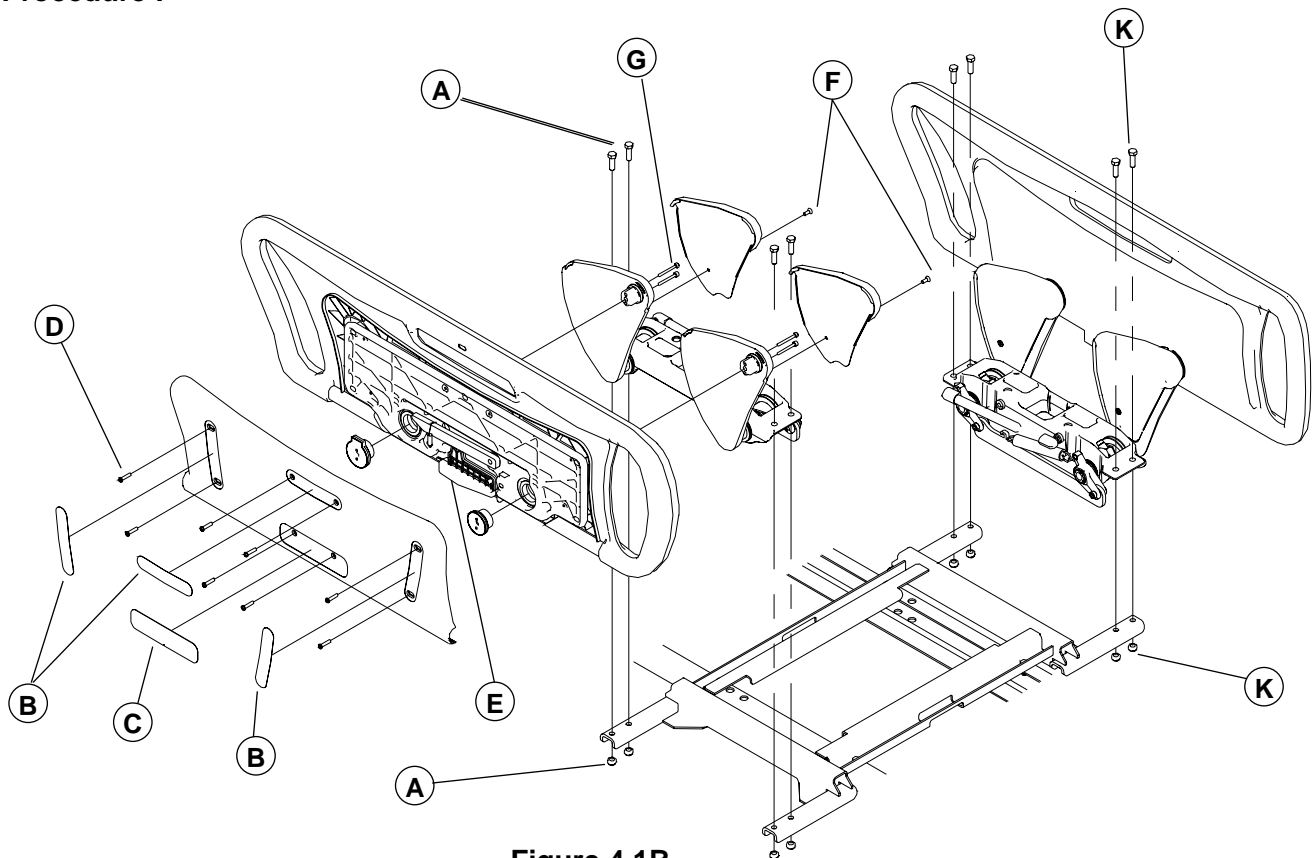

Figure 4.1B
À moins d'indication contraire, référez-vous à la figure 4.1B de la page 20 pour l'illustration des points de références contenus dans cette procédure.
2. À l'aide d'une clé à cliquet munie d'une douille 1/2" et d'une clé 1/2", retirez les quatre écrous/boulons (K, fig. 4.1B, page 20) retenant l'ensemble au support et retirez l'ensemble.